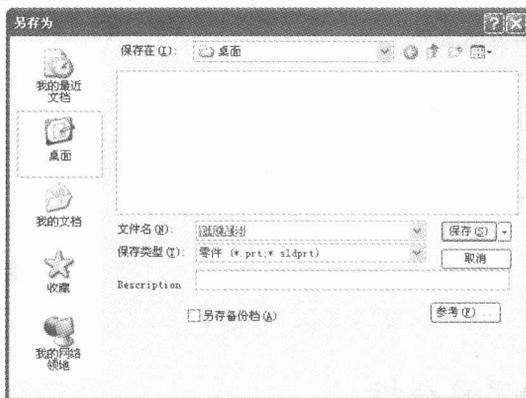

图 1-12 “另存为”对话框
Step15 保存文件。单击菜单栏中的“文件”→“保存”命令,或者单击“标准”工具栏中的“保存”按钮,此时系统弹出如图1-12所示的“另存为”对话框,在“文件名”文本框中输入“斜板草图”,然后单击“保存”按钮,完成斜板草图的绘制。